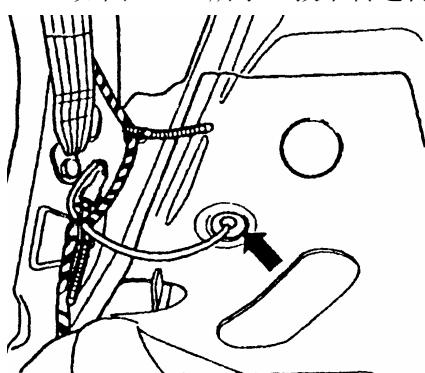

图 13-27 拔下转速传感器导线插头
(1) 从锁止机构上抬起后座椅。
(2) 如图 13-27 所示, 拔下转速传感器导线插头, 压出套管 (箭头所示)。